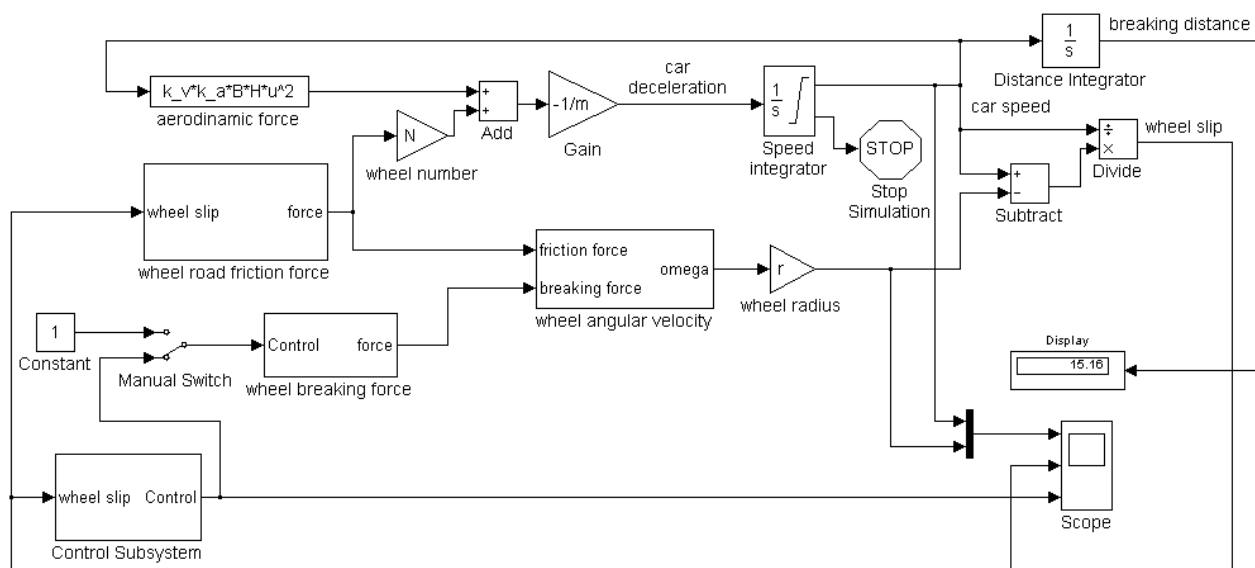

Рисунок 18 — Модель тормозной системы с АБС
На основании формул (4), (22), (23) и (27), используя ранее созданные подсистемы, создадим модель тормозной системы с АБС (рисунок 18). Ручной переключатель («Manual Switch») переключает систему на торможение с АБС и без АБС. Интегратор расчета скорости («Speed integrator») имеет начальное значение равное « V » (начальная скорость автомобиля), ограничен сверху величиной « $V*2$ » (любая скорость больше начальной), снизу 0 и имеет установленный выход насыщения (Show saturation port) для остановки моделирования. Блок «Stop Simulation» останавливает моделирование при достижении нулевой скорости. Интегратор расчета дистанции торможения имеет начальное значение равное 0.